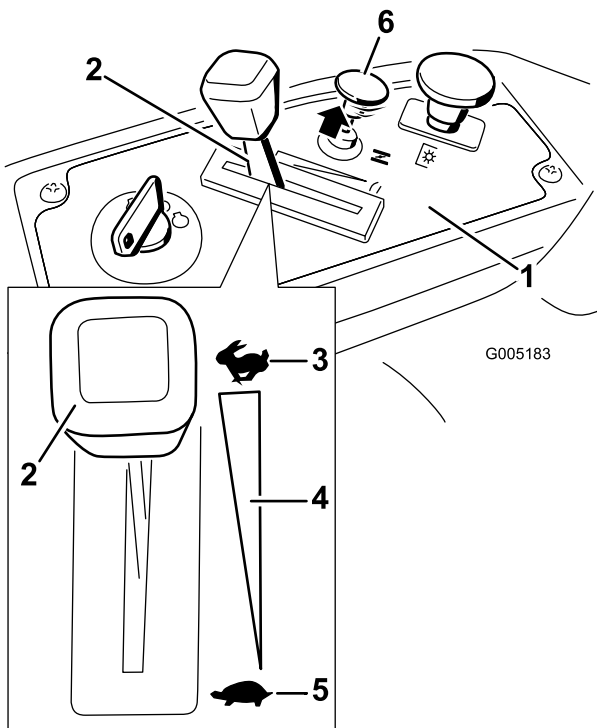

Figura 11
- Tire del control del estérter hacia arriba antes de arrancar el motor si éste está frío (Figura 11).
3. Gire la llave de contacto a Desconectado (Figura 11).